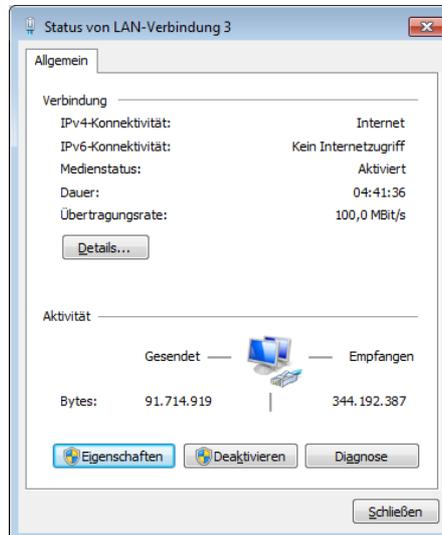

Bild 1
- Zur Auswahl der Funktion „Internetprotokoll“ (Bild 1) auf die Option „Eigenschaften“ klicken.